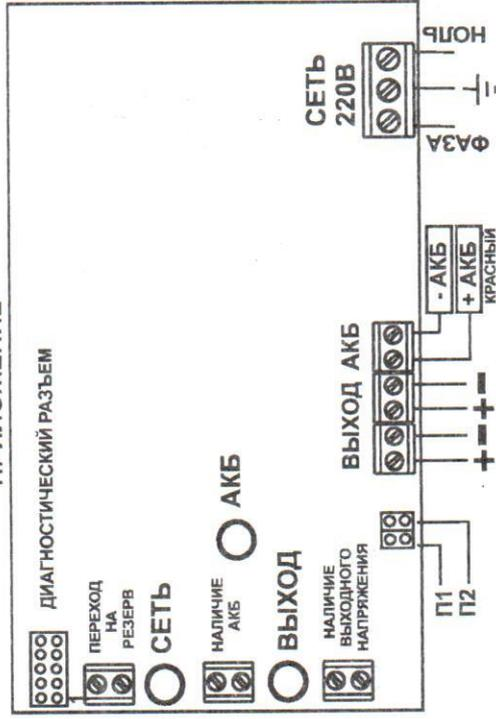

Рисунок 1. Вид источника с открытой крышкой (схема подключения)
- выдачу информационных сообщений «Переход на резерв», «Наличие АКБ», «Наличие выходного напряжения» посредством переключения контактов реле. Выдача информационного сообщения «Переход на резерв» осуществляется с задержкой, определяемой положением переключателя П1 и П2 (см. рисунок 1 Приложения). Соответствие задержки положению переключек показано в таблице 8 Приложения;
Подключение источника производится при отключенном сетевом напряжении и открытой крышке (см. рисунок 1 Приложения) в следующей последовательности: